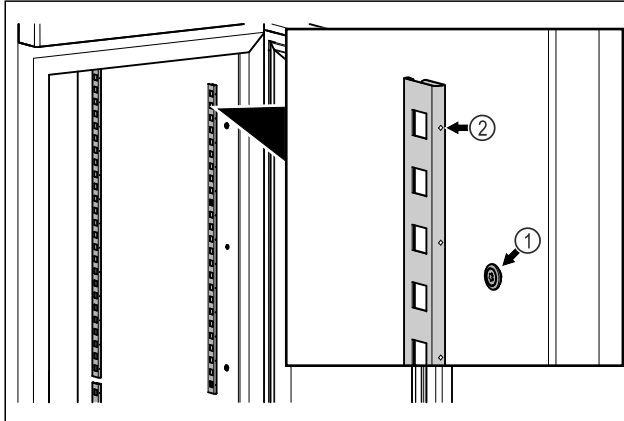

Fig. 83 Shembull ilustrues
- ▶ Futni shiritat e kapjes në vendin e varjes Fig. 83 (1). Shënimi Fig. 83 (2) duhet të jetë i drejtuar nga përpara.